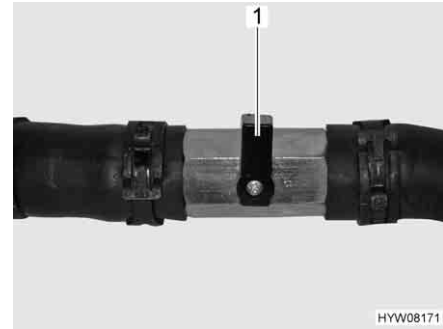

Fig. 199 Rubinetto chiuso
- Posizionare la leva (Fig. 199,1) verticalmente rispetto alla tubazione.